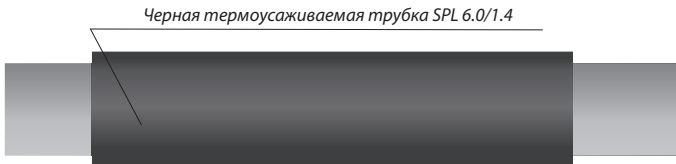

Рис. 6. Окончательный вид восстановленного нагревательного кабеля.
3.7. Нанесение третьего слоя изоляции (см. рис. 6).